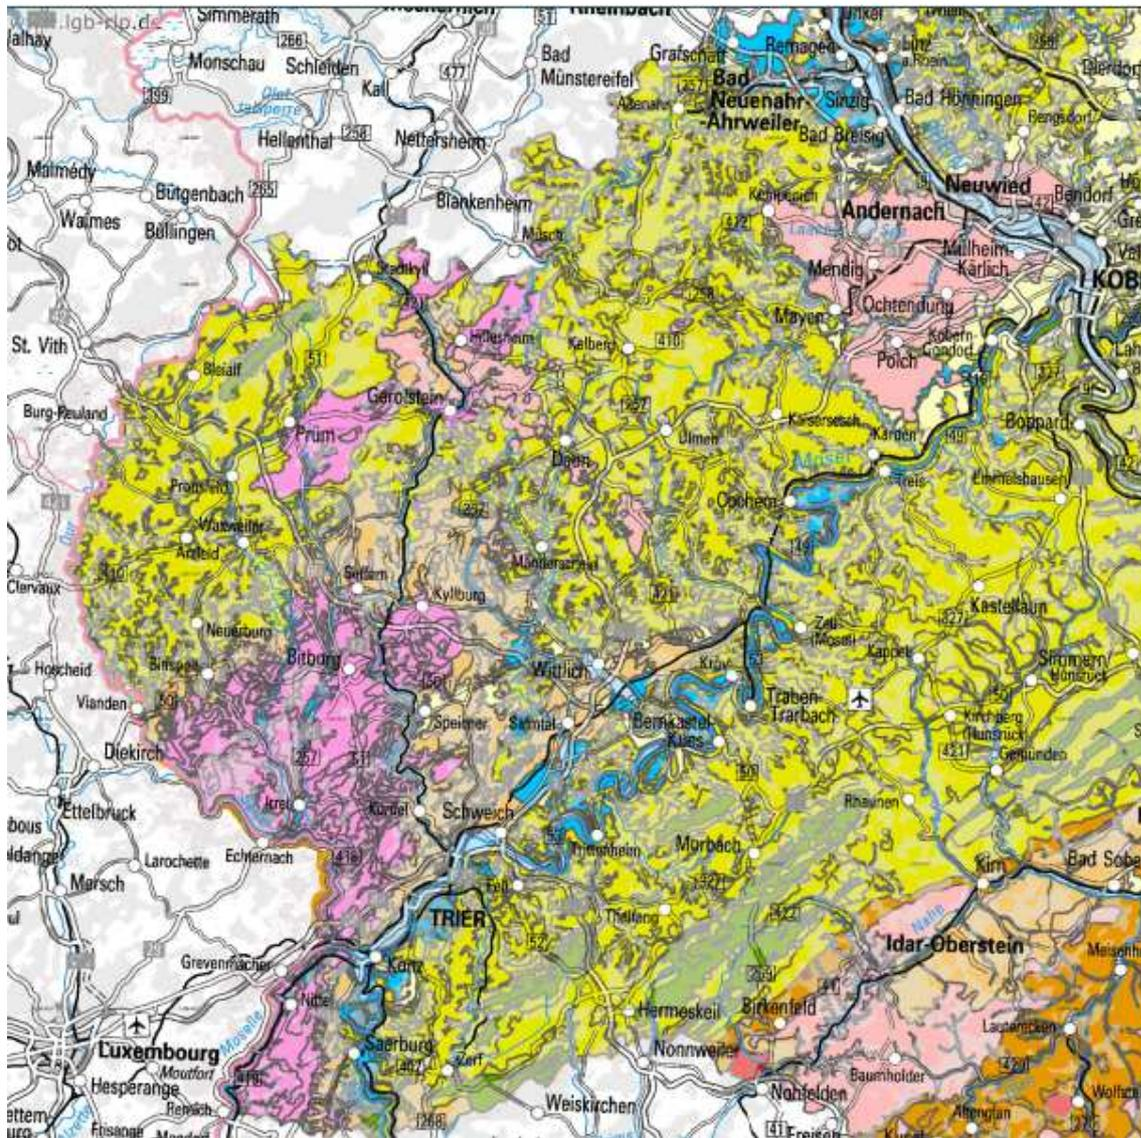

Abbildung 1: Bodengroßlandschaften am Beispiel Eifel, Hunsrück, Voreifel
Der Trockenmasseertrag (TM) pro ha liegt bei guten Bedingungen (tiefgründige Böden mit einem pH-Wert > 6 (s. Abbildung 1) und guter Versorgung mit P, K, S, ...) über dem von Gras und Kleegrasmischungen (s. Tabelle 1). Gleiches gilt auch für die Rohproteingehalte (XP) und den Rohproteinertrag pro ha. Lediglich im Energiegehalt/kg TM haben Gräser und Kleegrasmischungen die Nase vorn.
3-4 Schnitte sind pro Jahr möglich. Der 1. Schnitt im Ansaatjahr wird als Reinigungsschnitt genutzt. Die Luzerne sollte bei mehrjähriger Nutzung einmal pro Jahr blühen, um genügend Reserven für den Wiederaustrieb anzulegen. Eine mehrjährige Nutzung ist nur auf kalkhaltigem Ausgangsgestein erfolgreich (z.B. in der Prümer Kalkmulde oder im Bitburger Gutland, s. Abbildung 1). Dort, wo die Böden nur aufgekalkt sind und die Luzerne ein bis maximal zwei Jahre genutzt werden kann, kann auf die Blüte verzichtet werden. Bei 3-Schnitt-Nutzung sollte der 2. Schnitt zur Blüte kommen, bei 4-Schnitt-Nutzung der 3. Schnitt. Ob ein 4. Schnitt rentabel ist, hängt von der Erntemenge ab. Er darf nicht zu spät durchgeführt werden. Unter Eifeler Bedingungen wäre der letzte Schnitttermin Mitte bis Ende September. Sonst kann die Ausdauerfähigkeit der Pflanze geschädigt werden. Eine Mischsilage mit Gras bei gleichem Schnitttermin ist möglich, sofern die optimalen Schnittzeitpunkte beider Pflanzen zusammenfallen. Ansonsten ist auch eine Silierung von reiner Luzerne möglich. Kleine Mengen können gut in Ballen siliert werden.